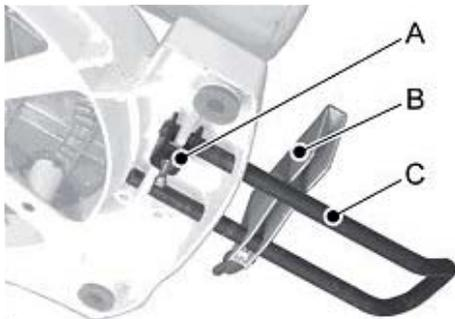

Рис. 3
- Упор для різання по довжині (В. рис. 3) пересуньте на бажане місце.